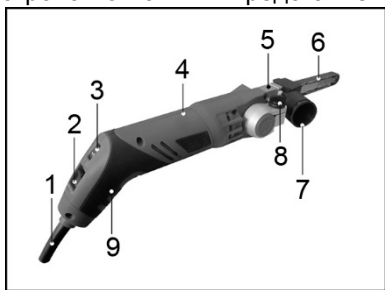

Рис. 2.
7.2.1. Для эффективного пылеудаления рекомендуется использовать при работе с машиной пылесос. Установите адаптер пылесоса (7) на суппорт (5) машины, как показано на Рис. 2.